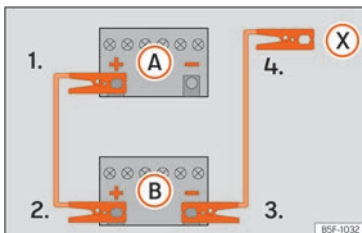

Abb. 153 Anschlusschema für Fahrzeuge ohne Start-Stopp-System.
2. Klemmen Sie ein Ende des roten Starthilfe-kabels an den Pluspol \oplus des Fahrzeugs mit der entladenen Fahrzeugbatterie (A).
3. Klemmen Sie das andere Ende des roten Starthilfekabels an den Pluspol \oplus des stromgebenden Fahrzeugs (B).
4. Fahrzeuge ohne Start-Stopp-System: Klemmen Sie ein Ende des schwarzen Starthilfekabels an den Minuspol \ominus des stromgebenden Fahrzeugs (B) »» (Abb. 153).